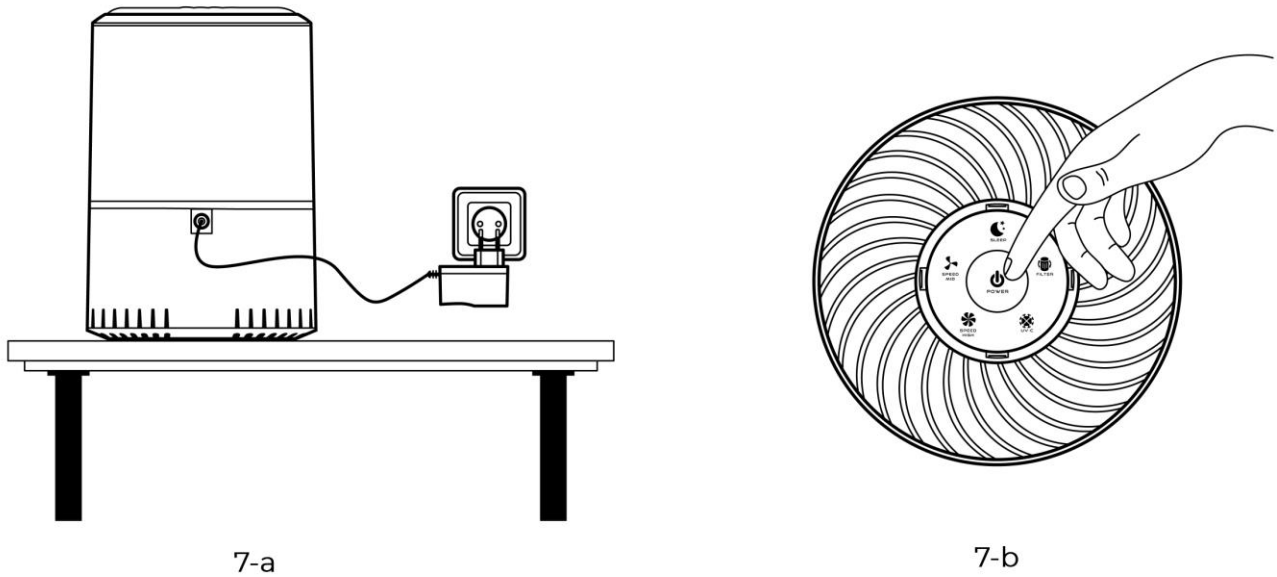

Рисунок 7 – Подготовка к работе
- Вставьте штекер адаптера питания в гнездо с тыльной стороны корпуса устройства, а вилку адаптера в сетевую розетку (см. рисунок 7-a).
- Нажмите кнопку  «POWER» («Питание») на панели управления устройством (см. рисунок 7-b).